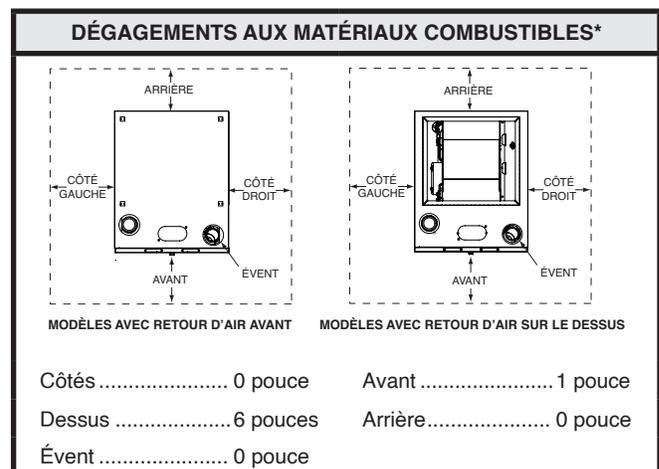

Figure 1. Dégagements minimums
- L'espace autour de cette fournaise à gaz (Figure 1, (page 4)) et d'autres appareils doit demeurer libre et ne contenir aucun matériau combustible ni essence ou autres vapeurs ou liquides inflammables. Évitez d'entreposer ou d'utiliser tout article inflammable tel que de la peinture, du vernis et des décapants près de l'appareil.
La fournaise est conçue pour respecter certains dégagements aux matériaux combustibles, comme le bois, le papier, etc. Certains types d'isolants sont combustibles. Si la fournaise est installée dans un comble, à proximité de murs non finis ou dans un autre espace isolé, maintenez l'aire autour de la fournaise exempte de matériaux isolants. Voyez la Figure 1 ci-dessous.